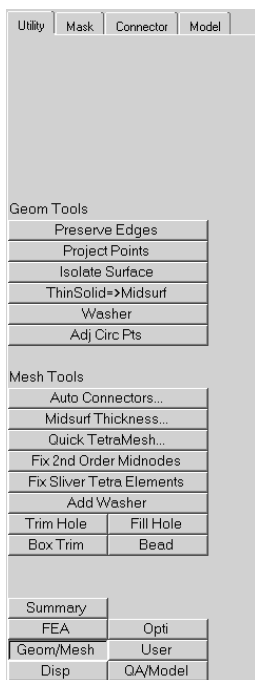

图 7-46 Geom/Mesh 页面
(4) 进入 HyperMesh 的 Utility 面板，并切换到 Geom/Mesh 页面，如图 7-46 所示。